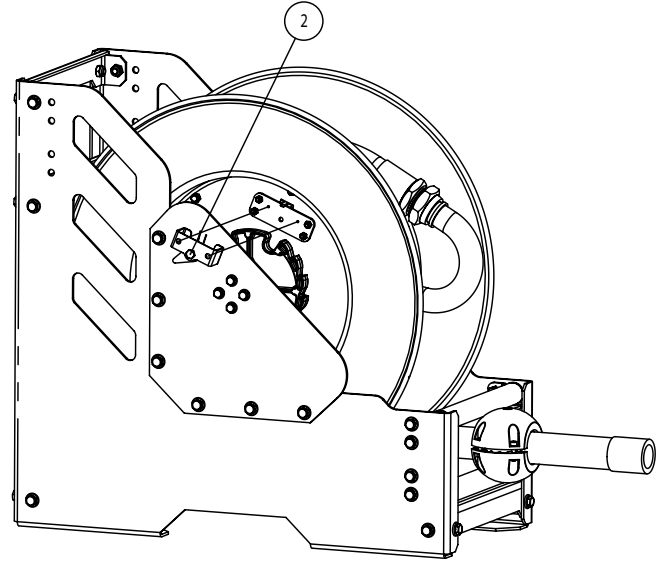

Fig. 10
2. Unscrew the ratchet shaft (2) (fig. 10) and remove the ratchet assembly.
2. Desenrosque el eje de trinquete (2) (fig. 10), y retire el conjunto de trinquete.